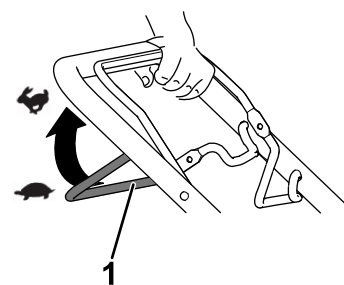

Figure 11
- Pour engager l'autopropulsion, serrez et maintenez la barre d'autopropulsion contre le guidon (Figure 11).